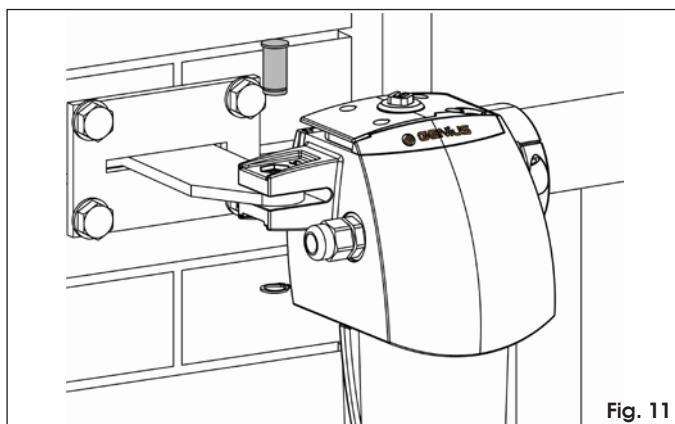

Fig. 11
① Carrera útil del vástago    ② cota máxima    ③ cota mínima
- Fije el operador a la brida posterior anteriormente fijada utilizando los pernos y los anillos elásticos suministrados en dotación (Fig. 11).